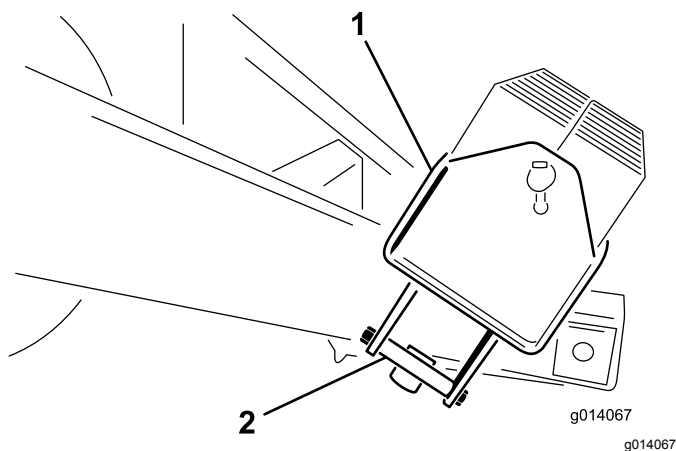

図 5
2. ウェイトケースを保持している取り付けブラケットからボルト $\frac{1}{2} \times 5\frac{1}{2}$ "を外す。取り付けブラケットは廃棄する図 5。